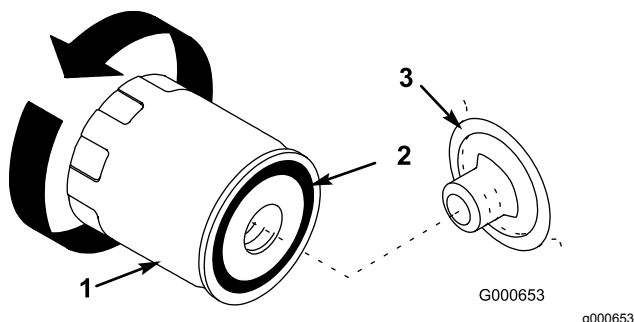

Figura 30
8. Togliete il filtro usato e tergete la superficie della guarnizione del riduttore del filtro (Figura 30).
9. Spalmate un velo di olio nuovo sulla guarnizione di gomma del filtro di ricambio (Figura 30).
10. Montate il nuovo filtro dell'olio sull'adattatore. Girate il filtro in senso orario finché la guarnizione di gomma non tocca l'adattatore, quindi serrate il filtro di un altro mezzo giro (Figura 30).